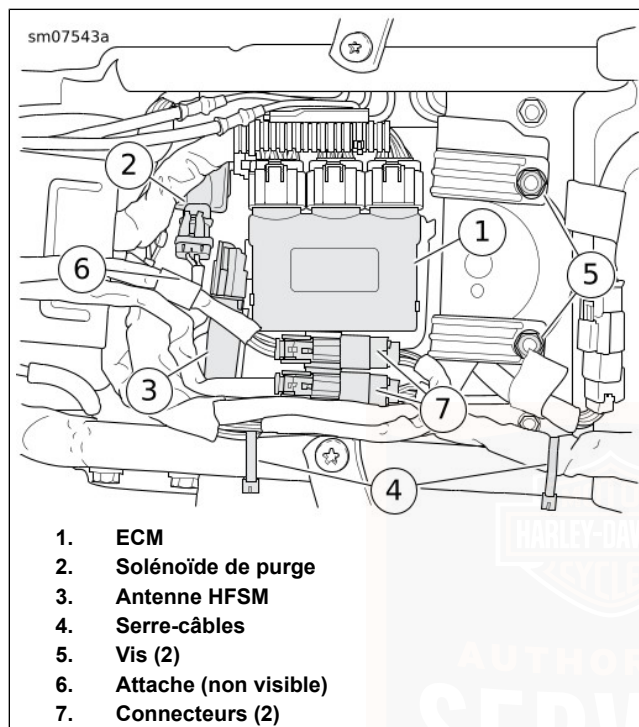

Figure 99. Boîtier supérieur
2. Voir Figure 99. Détacher l'ECM (1) du boîtier supérieur.
6. Voir Figure 99. Mettre le boîtier supérieur en place et engager le loquet sur le support de retenue.
7. Fixer le boîtier supérieur à la traverse de cadre avec les fixations (5). Serrer à un couple de 8,1–10,9 N·m (72–96 in-lbs).
8. Engager l'antenne du module de sécurité à mains libres (HFSM) (3) et le solénoïde de purge (2) sur le boîtier supérieur. Vérifier que tous les autres connecteurs et faisceaux sont acheminés sous la languette de montage du solénoïde de purge.
9. Attacher les connecteurs (7) aux ancrages sur le boîtier supérieur.
10. Verrouiller l'ECM (1) en place sur le boîtier supérieur.
11. Attacher les faisceaux au cadre avec des serre-câbles (4).